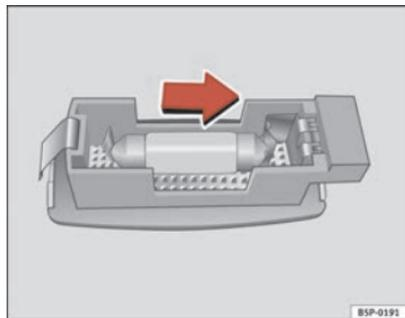

Fig. 204 Desmontaje luz del parasol
- Retire la luz con cuidado, utilizando el destornillador por su parte plana, tal como indica la figura ⇒ fig. 204.
- Retire la lámpara, moviéndola en el sentido de la flecha y hacia afuera ⇒ fig. 204. ■